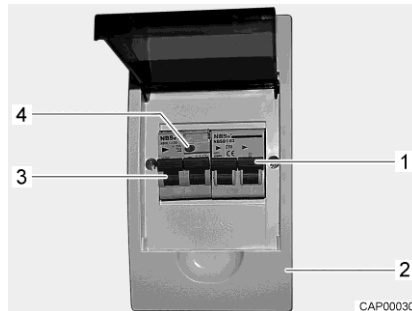

Bild 43 Ledningsskydds brytare och FI-brytare (230 V-säkringslåda)
- Koppla från ledningsskydds brytare (Bild 43,1) i säkringslådan (Bild 43,2).
- När fordonen är anslutet till 230 V-försörjningen, tryck på kontrollknappen (Bild 43,4) på jordfelsbrytaren (FI-brytare) (Bild 43,3) i säkringslådan (Bild 43,2). Jordfelsbrytaren måste lösa ut.
- Slå på jordfelsbrytaren (Bild 43,3) igen.
- Koppla från ledningsskyddsbrytaren (Bild 43,1) i säkringslådan (Bild 43,2).